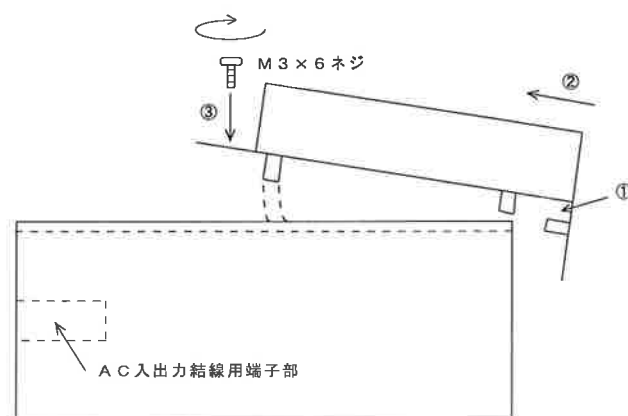

図4 組立手順参考図
③のネジ取付部穴位置を合わせ、ネジ締めをしてください。(図4参照)